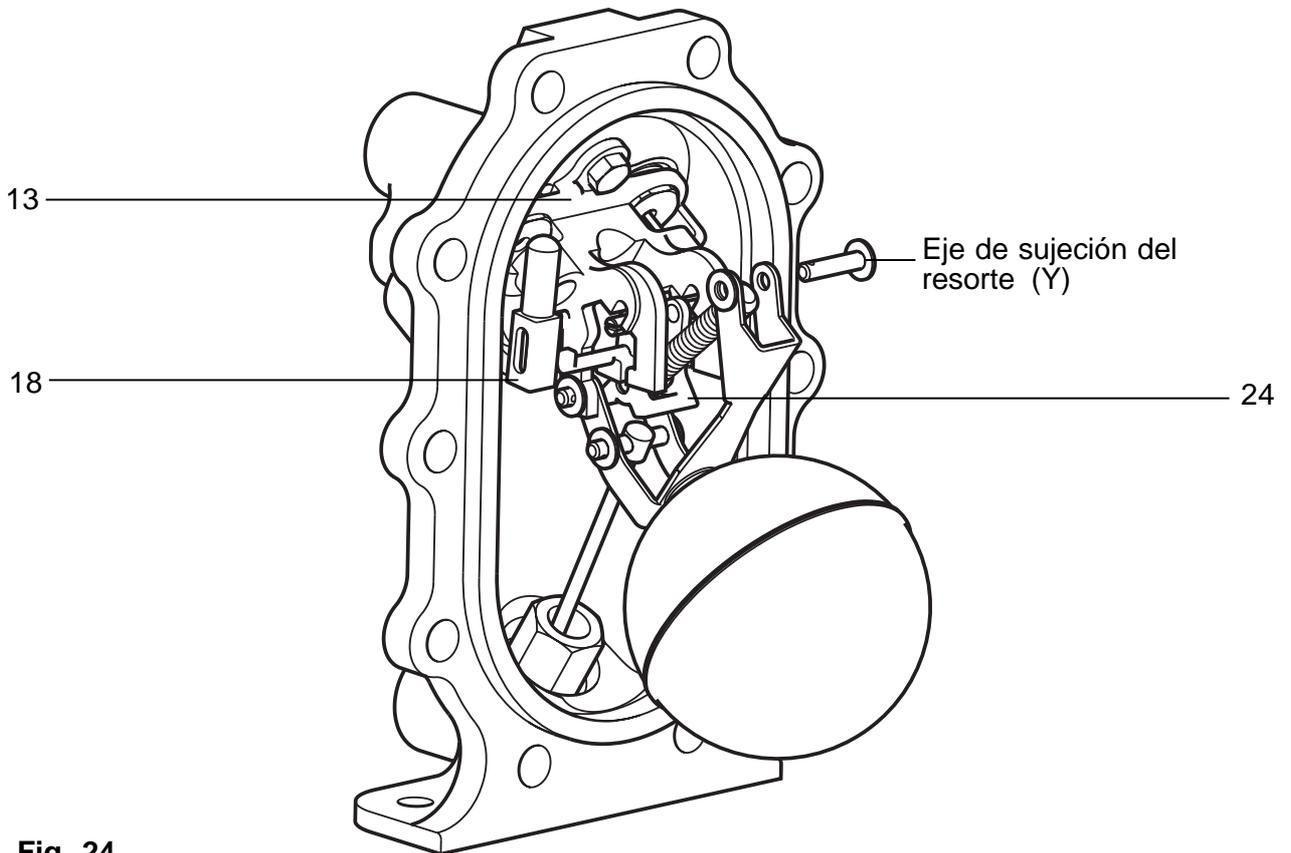

Fig. 24
15. Para desmontar la válvula de salida (ítem 18), quite el pasador, arandela y eje (Y) del punto de pivoteo del resorte superior (Ver Fig. 24).
18. Alinee la ranura de la válvula de salida (ítem 18) con la espiga del brazo actuador (ítem 24) (Ver Fig. 24).